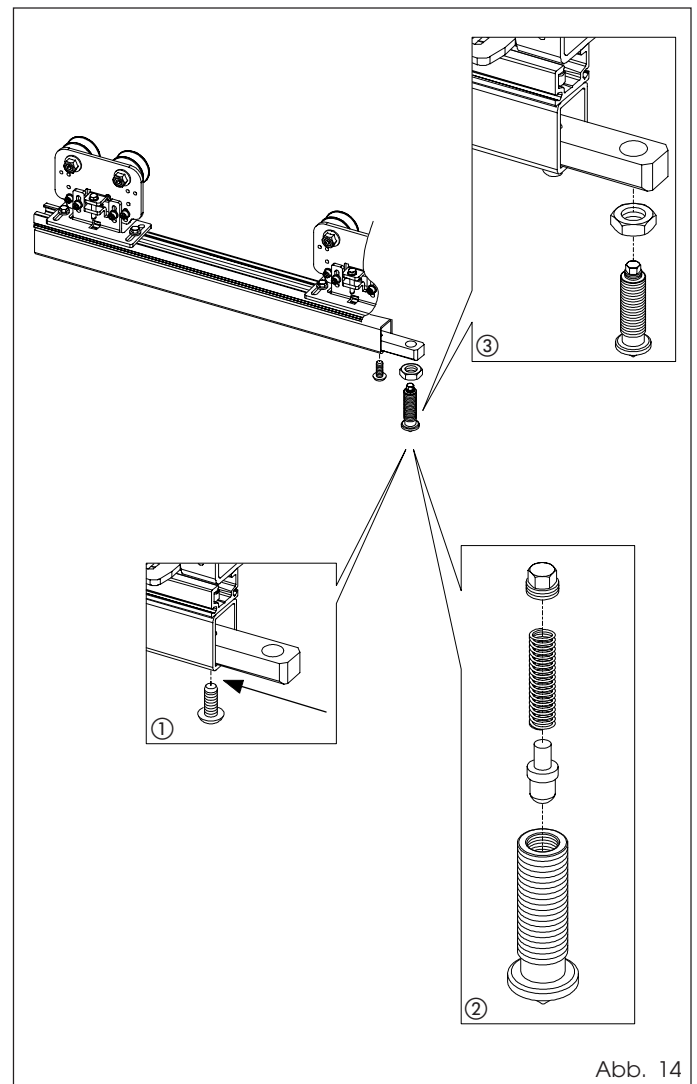

Abb. 14
Den oberen Haltebügel zur Panik-Entriegelung auf der Stange montieren und unter Verwendung der mitgelieferten Schraube befestigen (Abb. 14 Bez. ①).
Die Entriegelung zusammenbauen (Abb. 14 Bez. ②).
Die Entriegelung mit Hilfe der mitgelieferten Mutter laut Angaben in Abb. 14 Bez. ③ auf dem Haltebügel montieren.